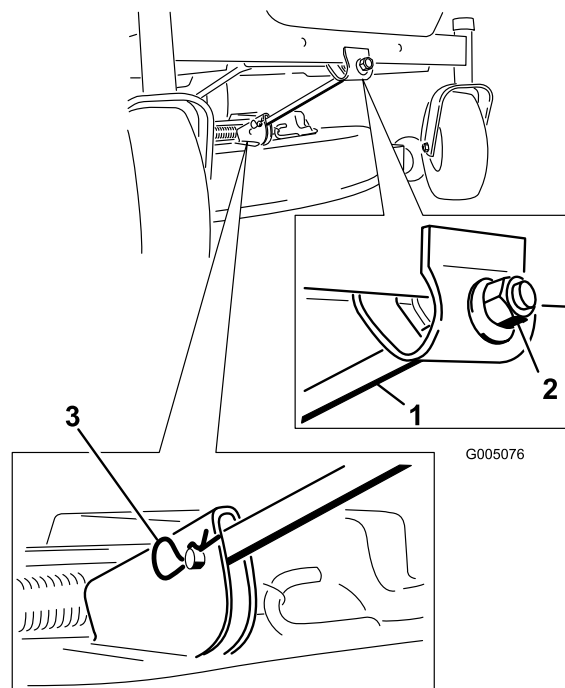

Figure 56
4. Enlevez la goupille fendue et l'axe de chape de la tige de support avant (Figure 56). Abaissez doucement l'avant du plateau de coupe au sol.
6. Fixez la tige de support avant au plateau de coupe à l'aide de l'axe de chape et de la goupille fendue (Figure 56).